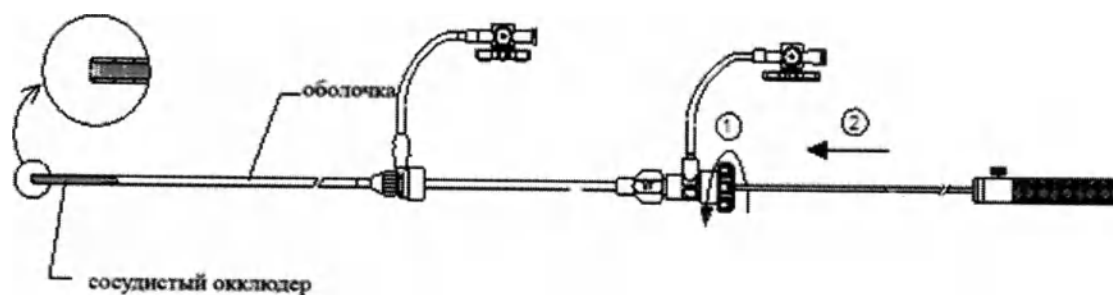
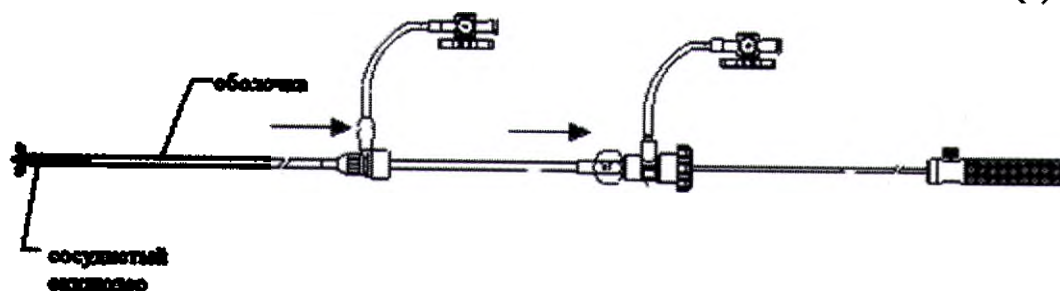

Рис. 22. Ослабить гемостатический клапан (1); продвинуть доставляющий кабель для продвижения окклюдера, пока он не достигнет дальнего конца оболочки (2).
Рис. 23. Удерживая доставляющий кабель, извлечь оболочку.
• Ослабить гемостатический клапан, а затем протолкнуть доставляющий кабель для продвижения окклюдера, пока он не достигнет дальнего конца оболочки (как показано на рис. 22). Затем, удерживая доставляющий кабель, извлечь оболочку, пока окклюдер полностью не выйдет из нее (как показано на рис. 23 и 24).